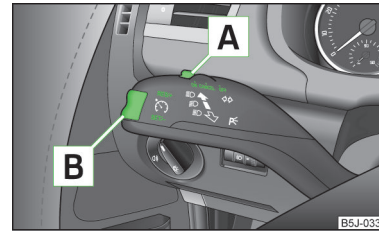

Abb. 119
- Den Schalter **A** » Abb. 119 in Stellung **ON** drücken.
- Die Wippe **B** » Abb. 119 auf Seite 125 in der Position **RES** drücken.
- Die gespeicherte Geschwindigkeit kann durch Drücken der Wippe **B** » Abb. 119 auf Seite 125 in der Position **SET** verringert werden.
Die Geschwindigkeitsregelanlage wird **vorübergehend abgeschaltet**, indem der Schalter **A** » Abb. 119 auf Seite 125 in die gefederte Stellung **CANCEL** bzw. auch das Brems- oder Kupplungspedal gedrückt wird.
- Den Schalter **A** » Abb. 119 auf Seite 125 nach rechts in Stellung **OFF** drücken.